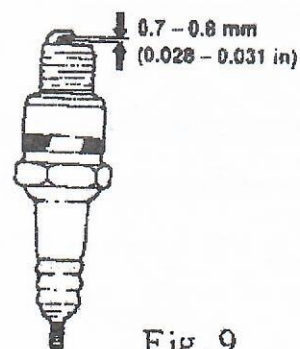

Fig. 9
4. Свеча зажигания (рис. 9)
- г) Измерьте зазор свечи зажигания с помощью щупа. Зазор должен составлять 0,7~0,8 мм (рис. 9). Если необходима регулировка, осторожно отогните боковой электрод.